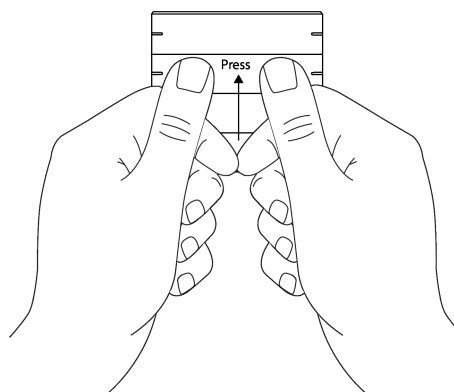

Figura 4: Pressione del centro del copritasto
- Premere il copritasto con entrambi i pollici (Vedi figura 4).